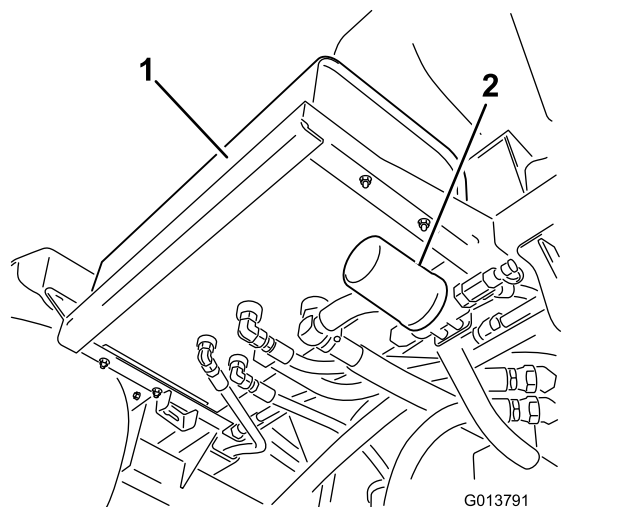
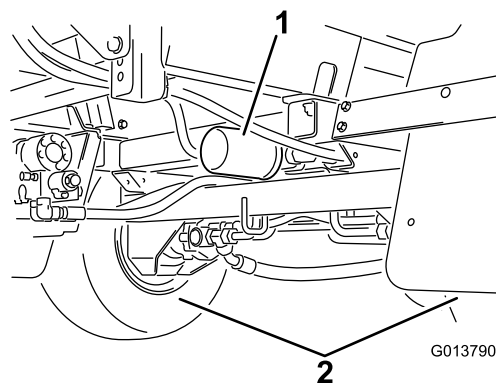

図 94
図 95
2. 車体についている 2 つの油圧フィルタを両方とも取り外す 図 94 と 図 95。